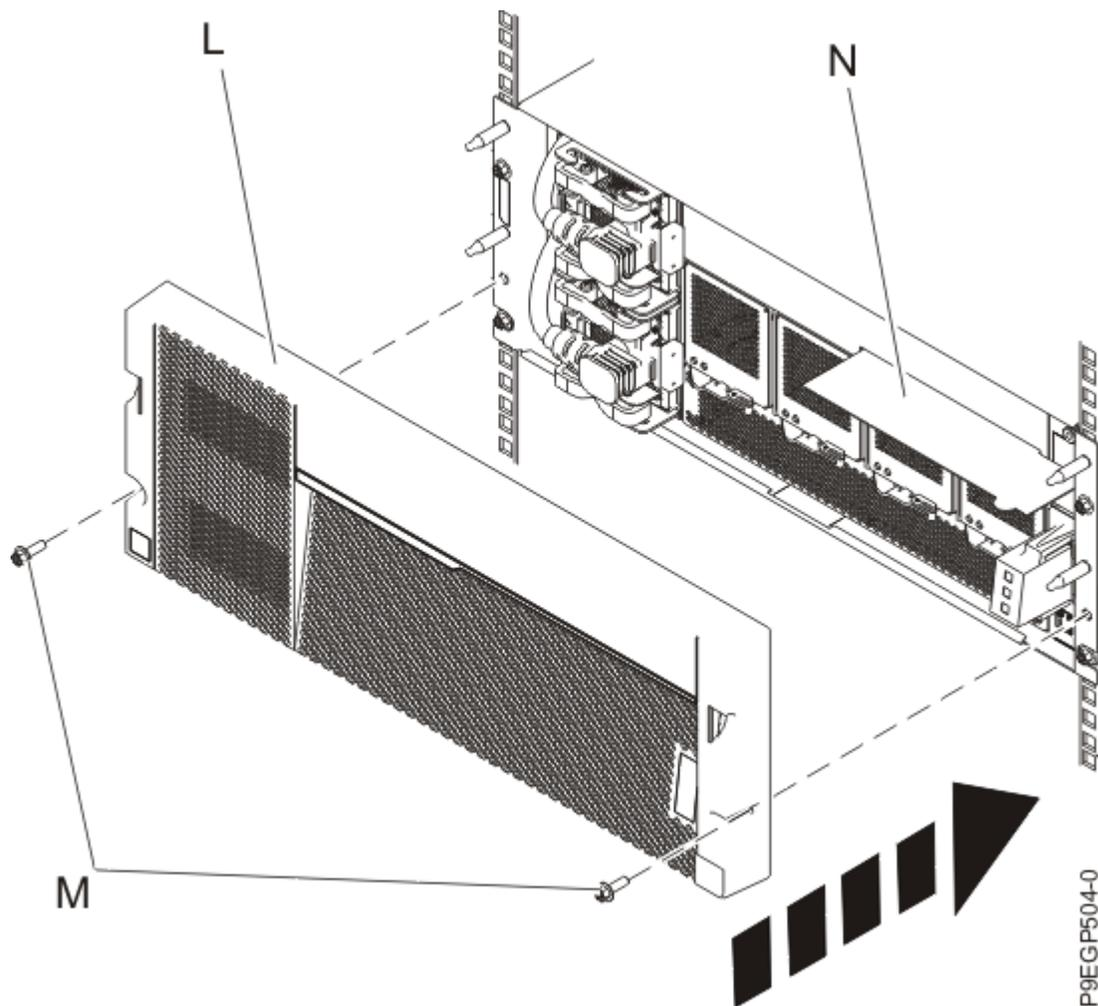

図 10. カバーおよびサービス情報カードの取り付け
- a) カバー (**L**) を押して所定の位置に収めたら、2本の M5 ねじ (**M**) を使用して、左右のレールに固定します (14 ページの図 10 を参照)。